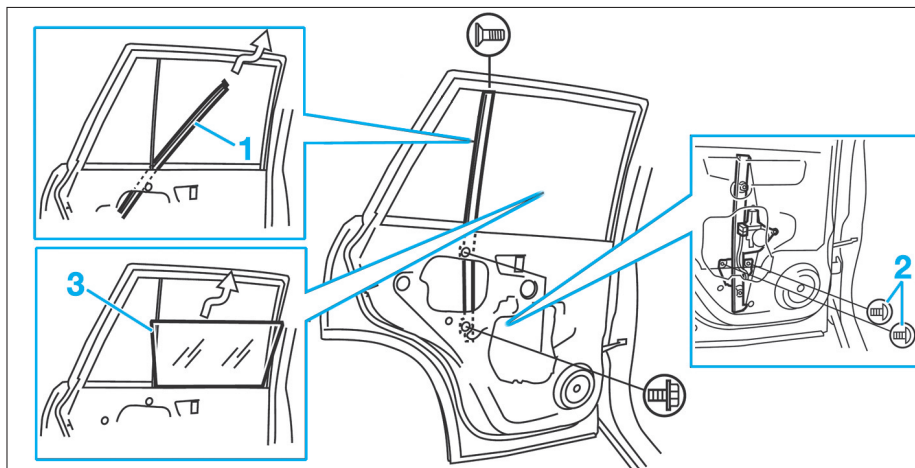

FIG. 56
- Déposer les vis (1) du coulisseau de vitre (Fig.56).
- Abaisser la vitre (3) de manière à rendre accessible les deux vis de fixation (2) puis les déposer.